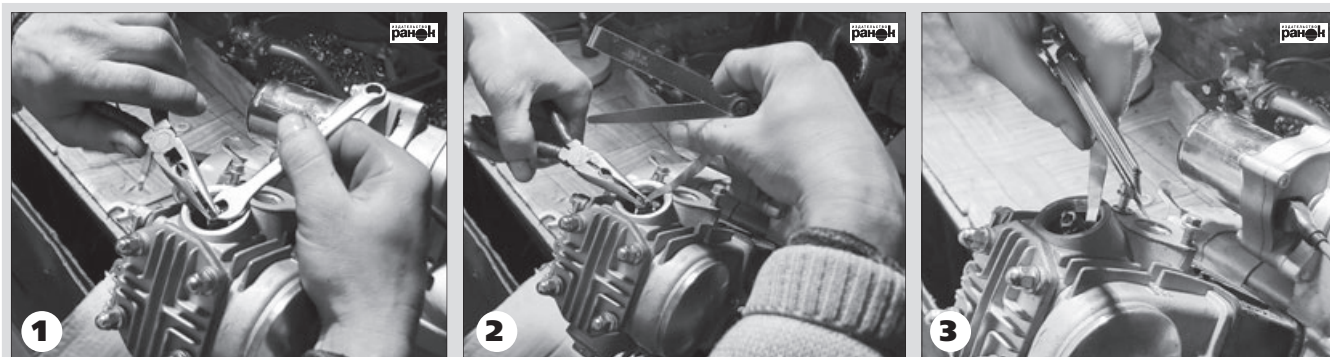

Рис. 32. Регулировка тепловых зазоров клапанов
- вставить по очереди щупы различной толщины (изгибая их при необходимости) в зазор между торцом клапана и расположенным на коромысле регулировочным винтом привода ГРМ (рис. 32).